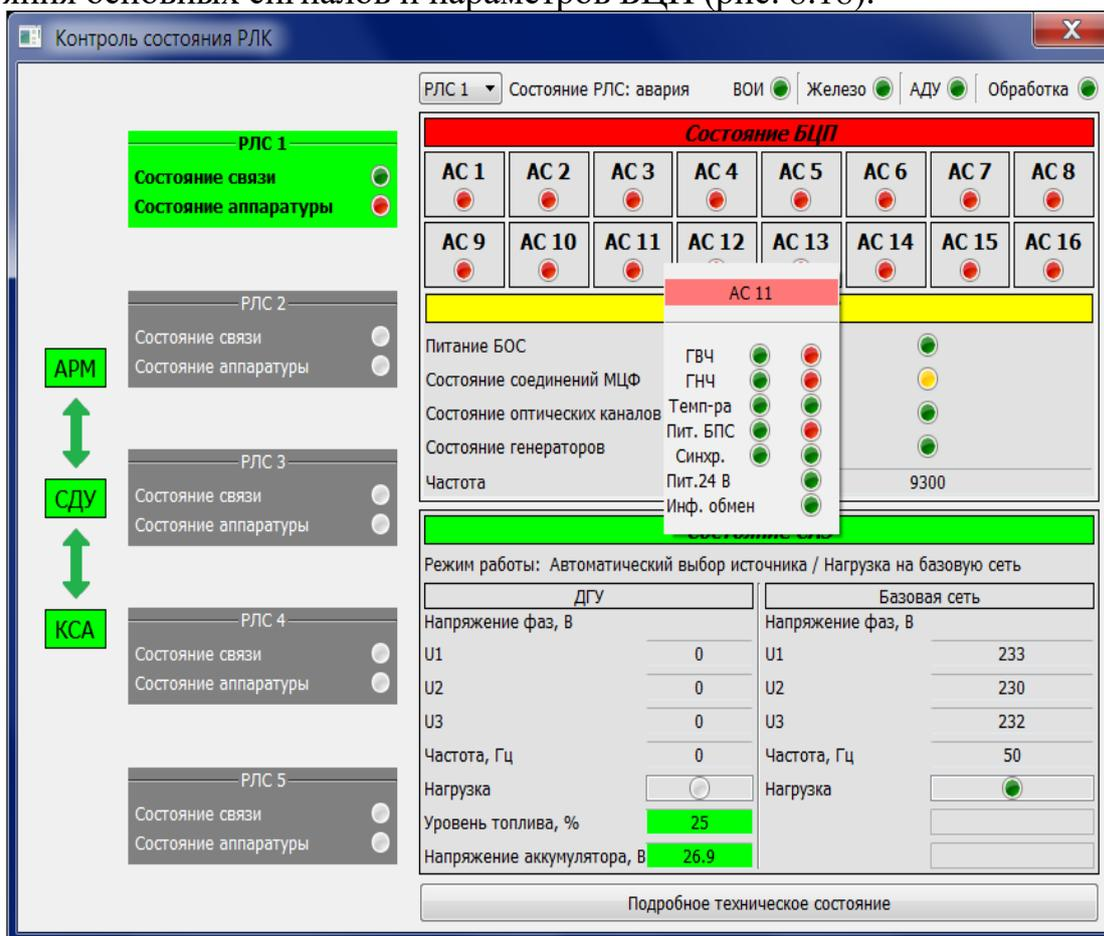
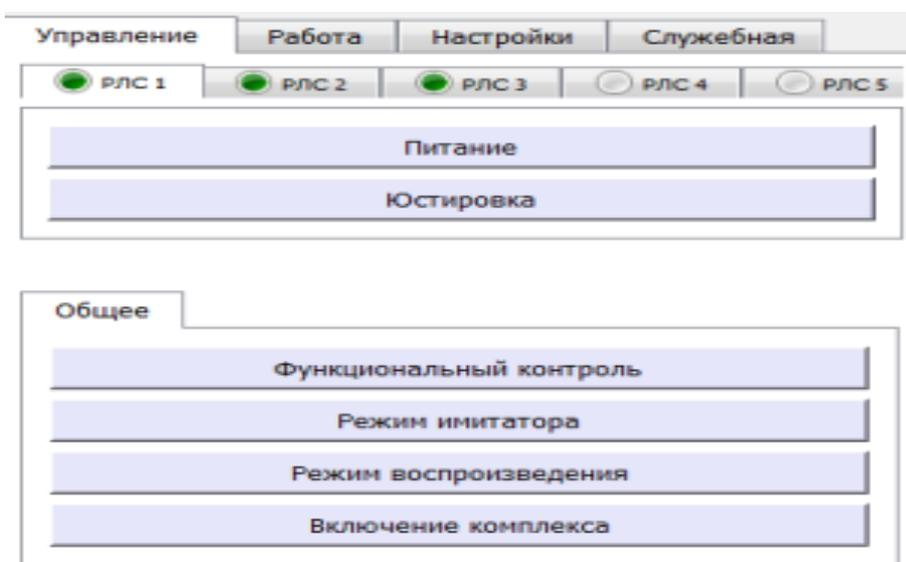

Рис. 8.18. Вид вкладки «Контроль состояния РЛК»
Рис. 8.20. Выбор режима работы
- оценить работоспособность МРЛС по результату функционального контроля. Для этого во вкладке «Управление» нажать вкладку «Функциональный контроль». В открывшемся окне отобразится состояние основных элементов выбранной в выпадающем окне РЛС 1 (2–5). Зеленым цветом отображается исправное состояние блока (модуля); желтым цветом – работоспособное, однако ряд параметров (значений) превышают пороговое значение, но не вышли за значения, приводящие к отказу, или не контролируются в данном режиме; красным – превышение допустимого значения. При нажатии во вкладке «Состояние БЦП» выбранной секции (от 1 до 16) открывается окно контроля состояния основных сигналов и параметров БЦП (рис. 8.18).
При нажатии вкладки «Функциональный контроль» (рис. 8.20) открывается поле «Контроль состояния РЛК» (см. рис. 8.18), позволяющее оценить состояние элементов выбранной МРЛС.
Для детального определения вышедшего за пределы допуска параметра используется кнопка «Подробное техническое состояние» окна «Контроль состояния РЛК» (см. рис. 8.18).